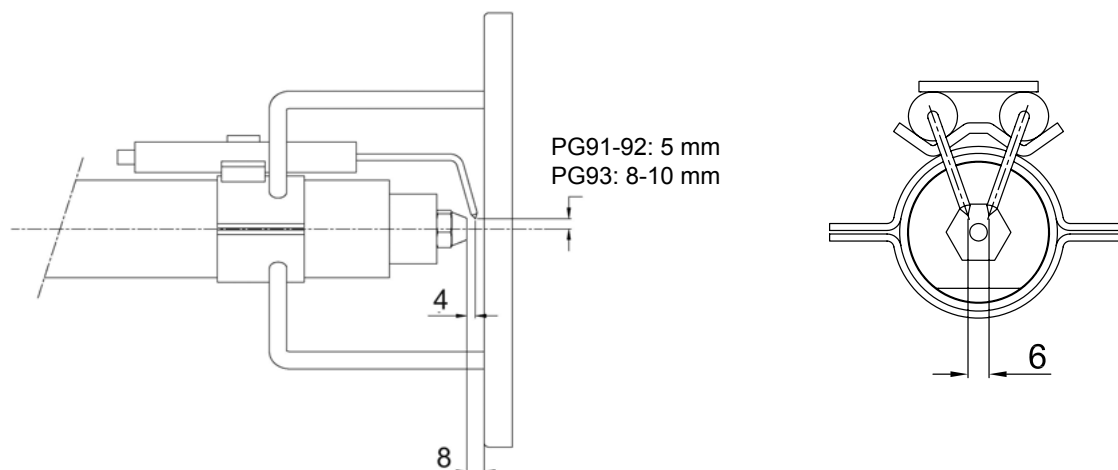

Fig. 24
- smontaggio esame e pulizia testa di combustione (vedere "Estrazione della testa di combustione" a pagina 28), nel successivo rimontaggio rispettare scrupolosamente le misure riportate in Fig. 24;
- esame elettrodi di accensione e relativi isolatori in ceramica, pulizia, eventuale registrazione e, se necessario, sostituzione Fig. 24;
Al fine di garantire una buona accensione è necessario che siano rispettate le misure indicate in Fig. 24.
- 5 estrarre gli elettrodi e sostituirli facendo riferimento alle quote riportate in Fig. 24.